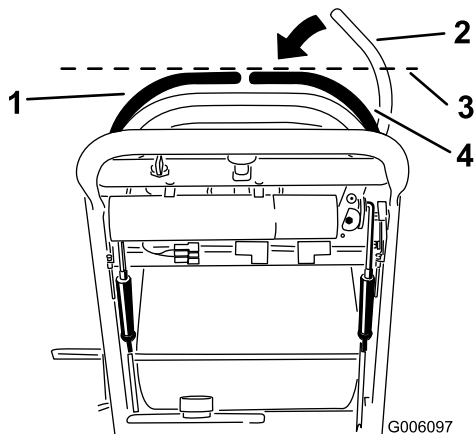

Figura 43
3. Empuje la palanca de control de movimiento de la derecha hacia abajo, sacándola de la posición de bloqueo/punto muerto (Figura 43).
4. Compruebe su alineación horizontal con la palanca de control de movimiento izquierda (Figura 43).